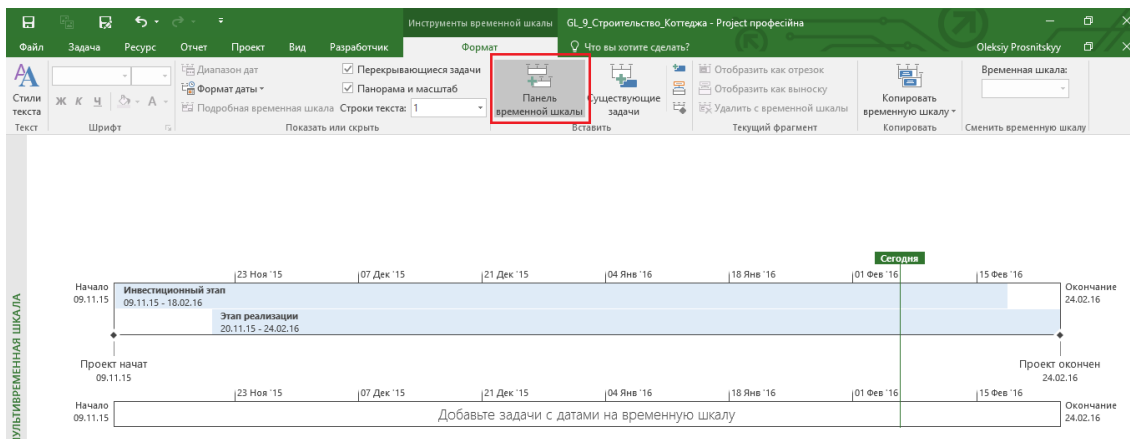

Рисунок 9.15 – Создание дополнительной временной шкалы
3. Нажимаем кнопку «Панель временной шкалы» для добавления еще одной временной шкалы (см. рисунок 9.15).